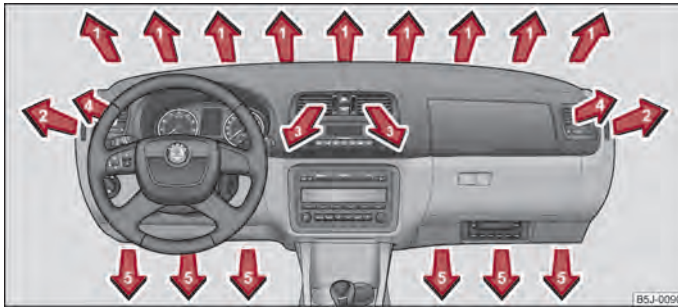

Fig. 73 Fantele de ventilație
- Fantele de ventilație 4 ⇒ fig. 73.
- Vă recomandăm, să lăsați fantele de ventilație 3 ⇒ fig. 73 în poziție deschisă.
- Fantele de ventilație **4** ⇒ fig. 73.
- Vă recomandăm, să lăsați fantele de ventilație **3** ⇒ fig. 73 în poziție deschisă.